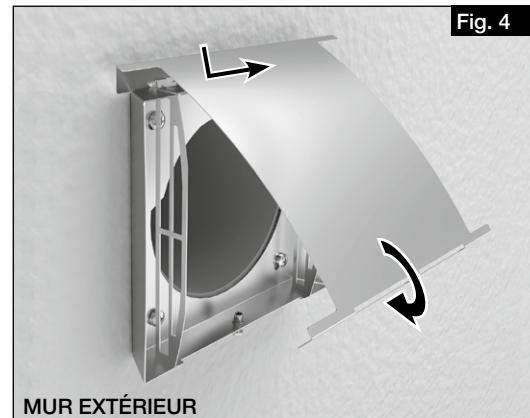

Fig. 4
6. Accrocher le couvercle sur le haut du cadre et le pousser vers la droite aussi loin que possible (voir Fig. 4).
7. Fermer le panneau et le fixer avec la vis de verrouillage (voir Fig. 4).